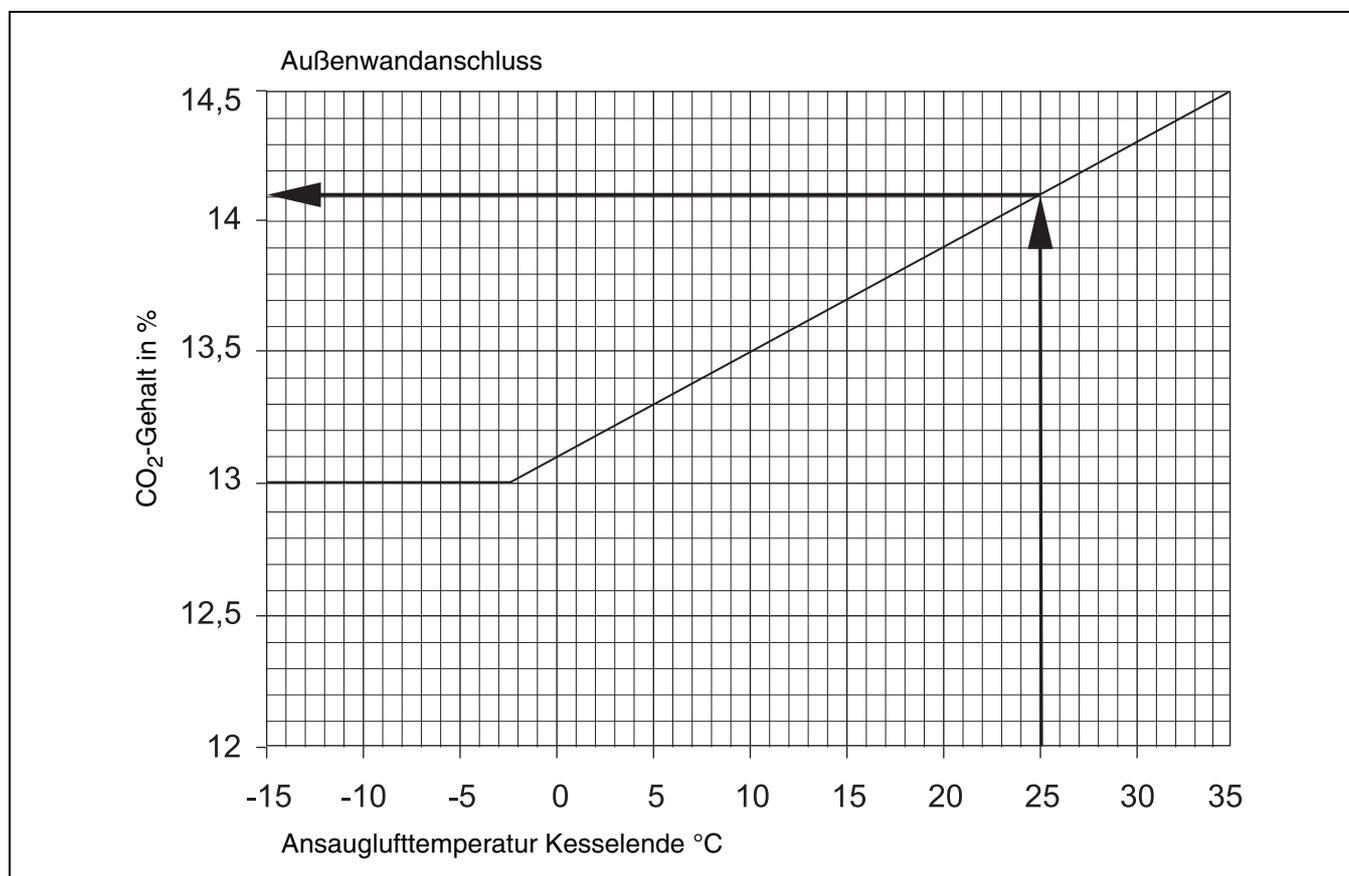

Bild 6 CO2-Einstellung abhängig von der Ansauglufttemperatur bei Zuluft direkt durch Außenwand (gilt mit und ohne Brennerhaube)
- ▶ CO2-Gehalt an der Druckregulierschraube an der Ölpumpe entsprechend → Bild 6, Seite 6 oder Bild 7, Seite 7 nachregulieren, je nachdem, ob die Zuluft direkt durch die Außenwand oder über ein konzentrisches Rohr angesaugt wird.